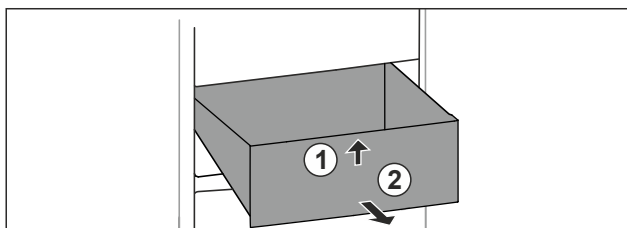

Fig. 43
- ▶ Nadzvedněte zásuvku vpředu. Fig. 43 (1)
- ▶ Vyjměte zásuvku dopředu. Fig. 43 (2)